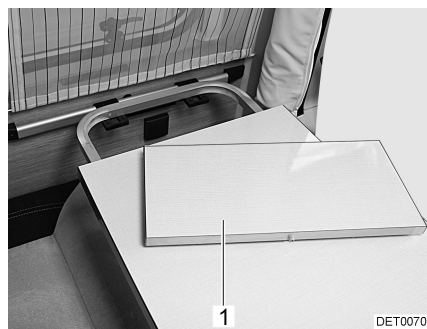

Fig. 26 Rallonge du plateau de table
La surface de la table suspendue peut être agrandie en tirant sur une rallonge du plateau de table (Fig. 26,1).
- Insérer la rallonge du plateau de table (Fig. 26,1) dans la rallonge de table.
- Retirer la rallonge du plateau de table (Fig. 26,1) et la mettre en sûreté.